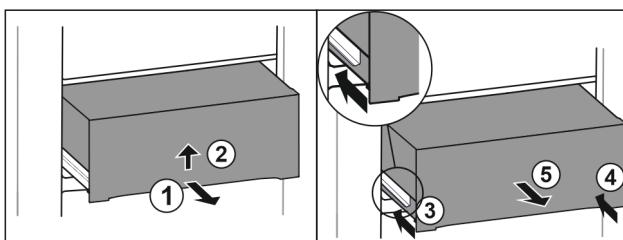

Fig. 40
- Вытяните выдвижной ящик наполовину. Fig. 40 (1)
- Поднимите выдвижной ящик за нижнюю часть. Fig. 40 (2)
- Вставьте левую направляющую. Fig. 40 (3)
- Вставьте правую направляющую. Fig. 40 (4)
- Извлеките выдвижной ящик движением вперед. Fig. 40 (5)